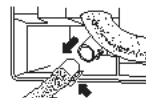

Fig. 2
- Jeśli wąż spustowy dostarczony z jednostką wewnętrzną jest zbyt krótki, należy go połączyć z węzłem spustowym (1) kupionym we własnym zakresie. (Fig. 2)
- 3) Wyjąć wąż spustowy w tylnej lewej części jednostki wewnętrznej. (Fig. 2)